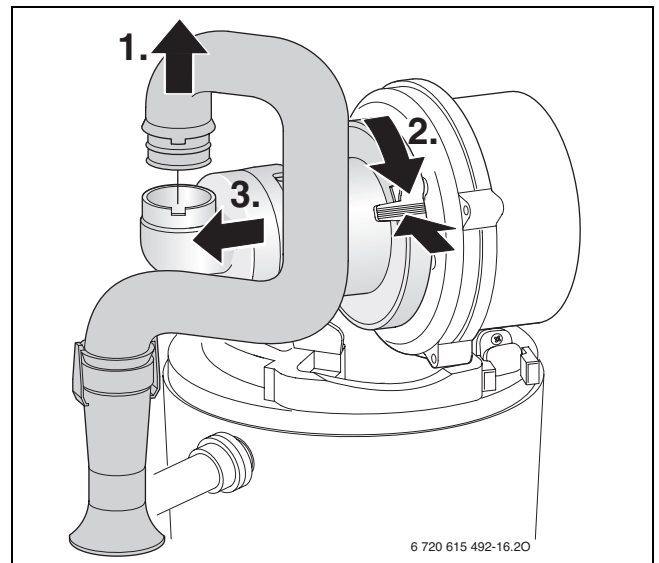

Bild 49
- Mischeinrichtung [1] nach Bild 49 ausbauen.